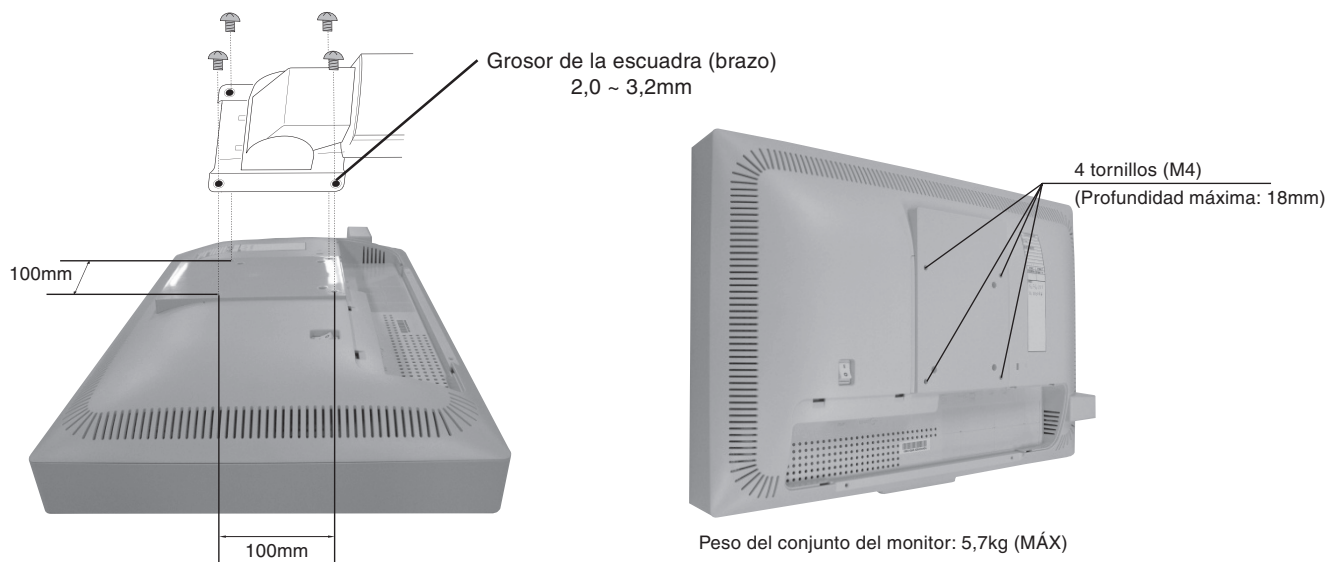

Figura F.1
2. Fije el brazo al monitor con los 4 tornillos que ha quitado del soporte (**figura F.1**).